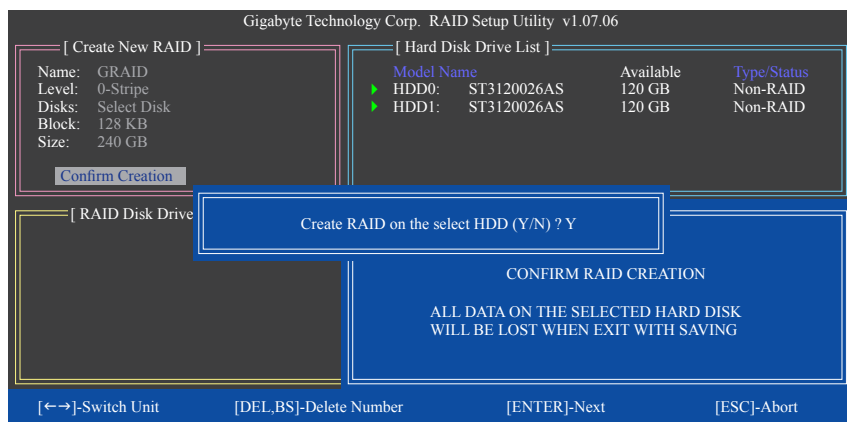

図 7
6. **Confirm Creation:** 上の項目をすべて構成すると、選択バーは **Confirm Creation** 項目に自動的にジャンプします。<Enter> を押します。選択を確認するように求めるメッセージが表示されたら (図7)、<Y>を押して確認するか<N>を押して中断します。